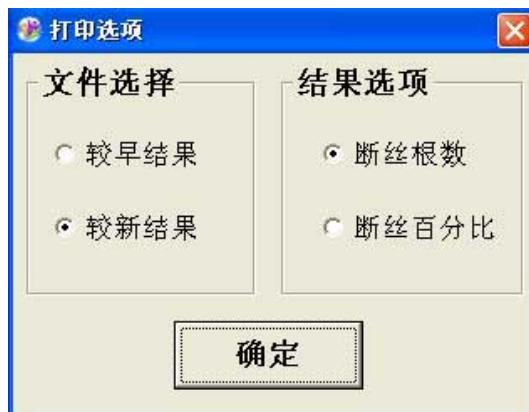

图 15 报告选项
- 在打开报告时，弹出一个报告格式设置窗口，将对报告格式进行选择设置(如图 15)。该窗口分两大项：**文件选择**、**结果选项**。文件选择有**较早结果**、**较新结果**两个选项，选择**较早结果**就是打开检测采样时所分析评估的结果；选择**较新结果**就是打开此次分析评估的结果。结果选项有**断丝当量根数**、**断面百分比**两个选项，选择**断丝当量根数**时，即在断丝报告中显示的形式是断丝的当量根数；选择**断面百分比**时，即在断丝报告中显示的形式是断面与总断面积的百分比。只需在选择项前点击前面的圆，并予以确定。